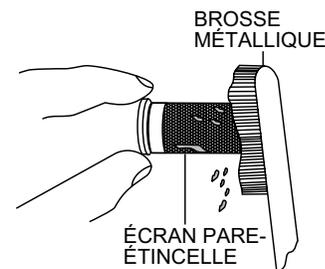

Figure 34. Nettoyage du pare-étincelle
4. Enlevez les dépôts de carbone qui sont sur l'écran pare-étincelle (Figure 34). Utilisez une brosse métallique au besoin.